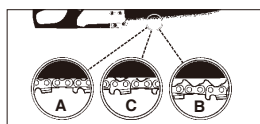

Fig. 6
**⚠ FORSIKTIG:** Hvis motorsagen er FOR LØS eller FOR STRAM, vil slitasjen øke på tannhullet, skinnen, kjeden og veivaksellagene. Studer Fig. 6 for informasjon om riktig kaldspenning (A), korrekt varmspenning (B), og som en veiledning for når sagkjeden må justeres (C).